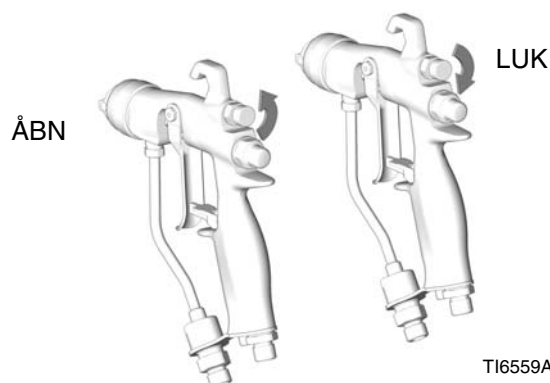

FIG. 13
4. Luk for luften til justering af spredningen ved at dreje knappen så langt som muligt med uret (ind). Se FIG. 13. Pistolen er nu indstillet til størst mulig spredning.
Hvis der ønskes mindre spredning, drejes ventilknappen til justering af spredningen mod uret (ud). Se FIG. 13. Hvis spredningen stadig er for stor, øges lufttrykket til pistolen en smule, eller der anvendes en anden dysestørrelse. (Ikke tilgængelig til pistoler med RAC-dyser).